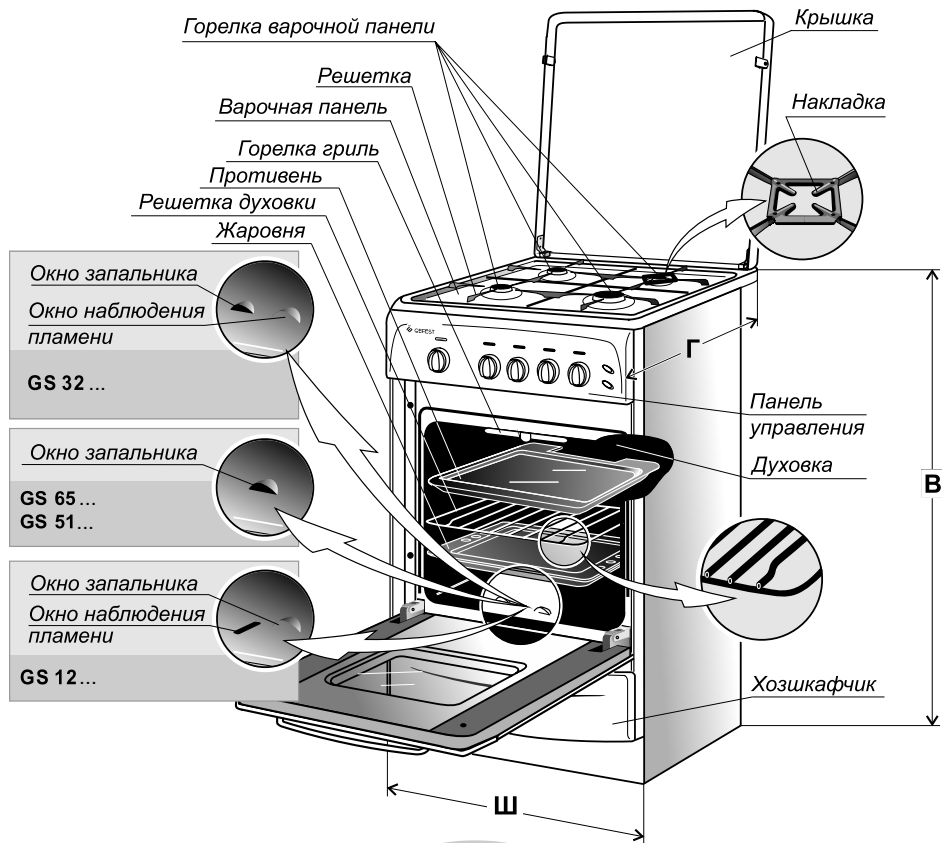

Рис.1
- (см. рис. 1) для плит мод. GS 3208... - 500x530x850